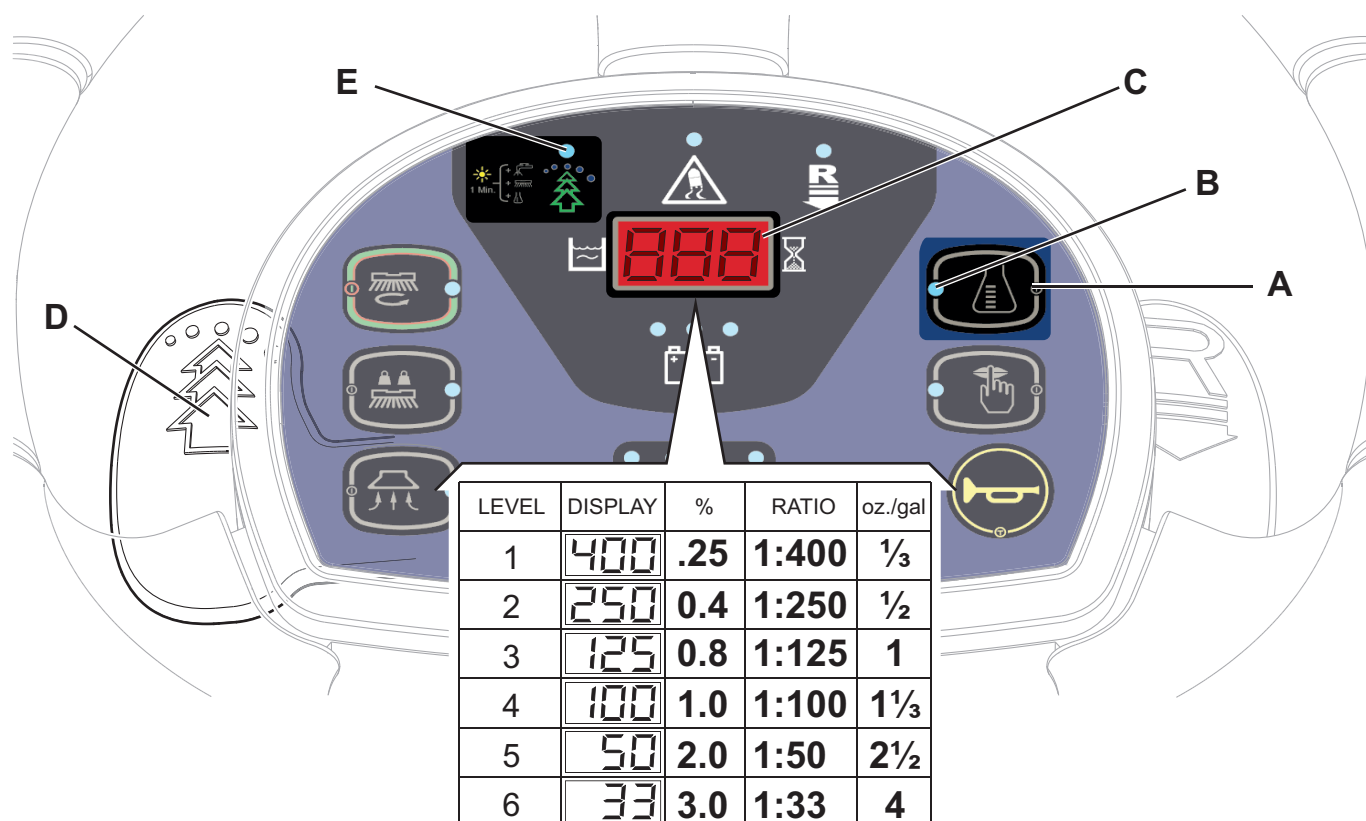

Figura 4
1. Disattivare il pulsante di regolazione della percentuale di detersivo (A) [il led (B) deve essere spento].
2. Premere e tenere premuto il pulsante di regolazione della percentuale di detersivo (A) fino al lampeggio del led (B).
3. Rilasciare il pulsante (A). Premerlo di nuovo brevemente per passare al livello successivo indicato dal display (C) come da tabella indicata in figura 4; ripetere l'operazione fino ad arrivare all'impostazione desiderata.
4. Attendere che il led (B) termini di lampeggiare: il nuovo livello è impostato.